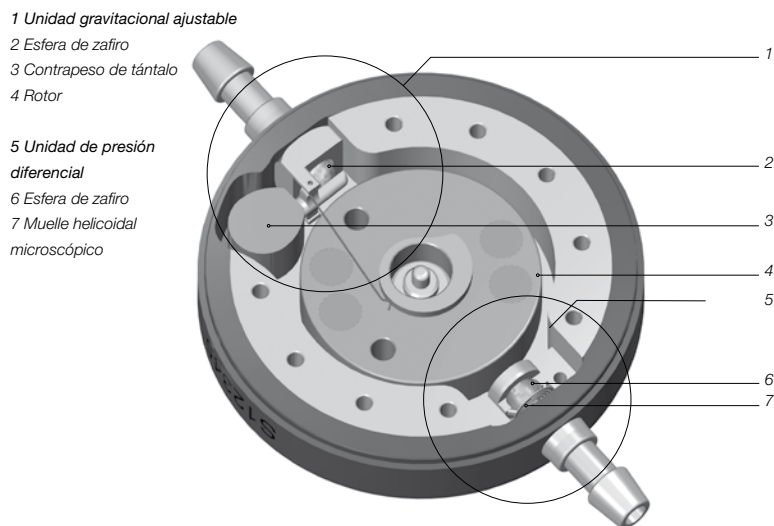

Fig. 1: Sección transversal de la M.blue
La *M.blue* es una válvula fabricada en titanio. Se compone de una unidad gravitacional ajustable y de una unidad de presión diferencial (fig. 1). La unidad gravitacional (1), situada en el extremo proximal de la válvula, lleva un contrapeso de tántalo (3) que retiene una esfera de zafiro en el asiento de la esfera por medio de una palanca (2). En función de la posición corporal del paciente va cambiando la influencia del contrapeso de tántalo sobre la esfera de zafiro y, con ello, la presión de apertura de la válvula. Mediante un rotor (4) se puede ajustar a través de la piel la pretensión del muelle de varilla que va unido a la palanca. De esta forma se puede regular la influencia del contrapeso de tántalo sobre la esfera de zafiro y, con ello, la presión de apertura de la válvula.